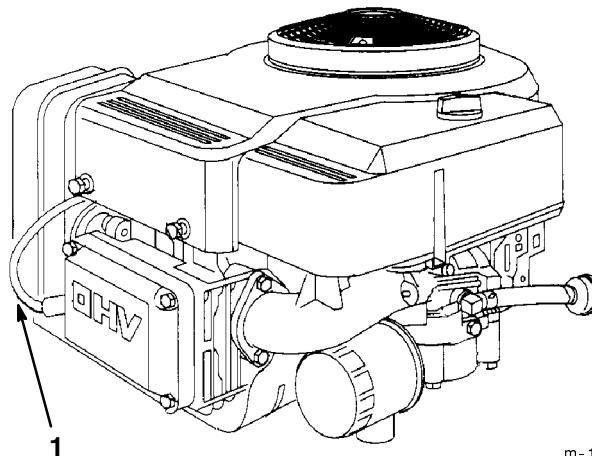

Figure 28
3. Débranchez le fil de la bougie (Fig. 28). Nettoyez la surface autour de la bougie pour éviter que des impuretés endommagent le moteur en tombant à l'intérieur.
3. Reconnectez le fil à la bougie (Fig. 28).